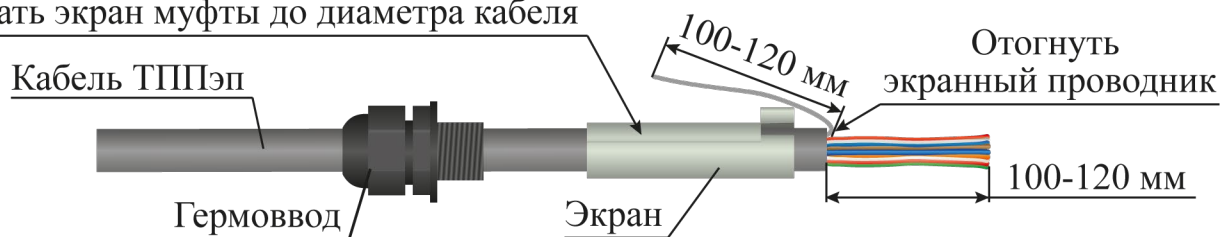

Рисунок 4.20
– надеть на оболочку кабеля ТППЭп в следующей последовательности: гермоввод, экран муфты переходной (рисунок 4.20);
– обжать экран муфты переходной до внешнего диаметра кабеля ТППЭп с помощью плоскогубцев (рисунок 4.20);
– снять оболочку со свободного конца кабеля ТППЭп (с кабеля ТППБЭп снять белую и черную оболочки) длиной 100 - 120 мм (рисунок 4.20);
– экранный проводник отвести в сторону (рисунок 4.20);